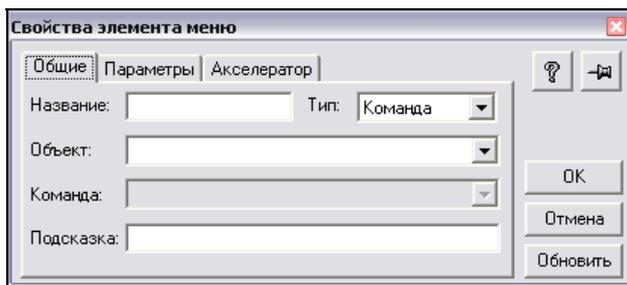

Рис. 5.76. Создание нового пункта меню
4. Допустим, мы хотим создать новый пункт меню в справочниках. Нажимаем пункт **Новый** внизу открытой ветки **Справочники** (рис. 5.76).